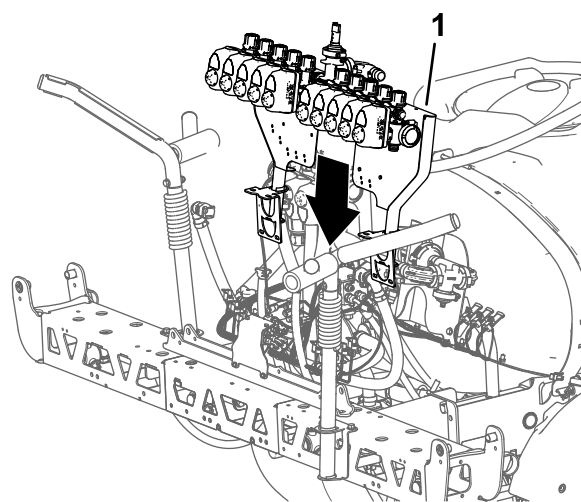

Figura 109
1. Utilizzando l'attrezzatura di sollevamento della capacità specificata, sollevate il gruppo supporti delle valvole e valvole dell'irroratrice e allineatelo sulla sezione di irrorazione centrale (Figura 109).